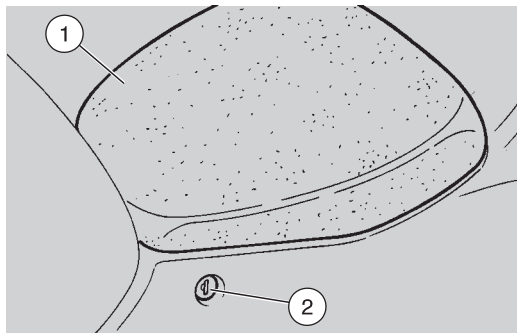

Fig. 8
- Pour débloquer la selle du pilote, insérer la clef de contact dans la serrure (2 - Fig. 8) et la tourner dans le sens des aiguilles d'une montre.
Soulever donc la selle (1 - Fig. 8).